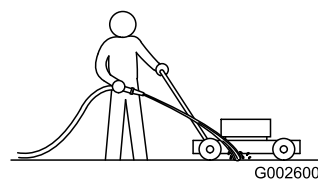

Figure 48
- Mettez le moteur en marche lorsque la tondeuse se trouve sur une surface revêtue plane et dirigez un jet d'eau devant la roue arrière **droite** (Figure 48).